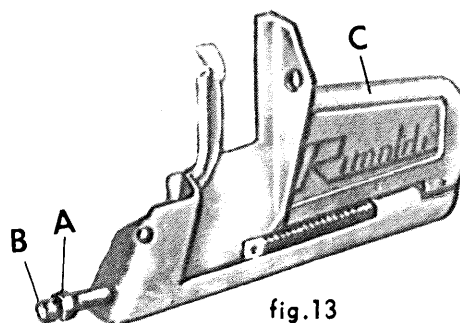

fig.13
f) **Regolazione dello sportello anteriore (fig. 13)**